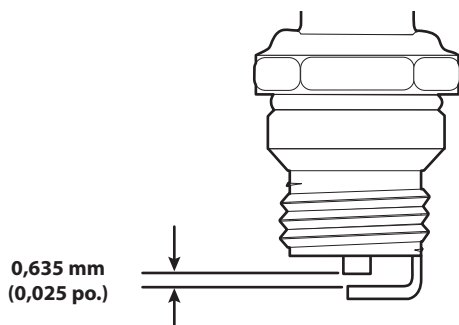

Fig. 21
4. Utilisez une jauge d'épaisseur pour régler l'écartement à **0,635 mm (0,025 po.)** (Fig. 21).